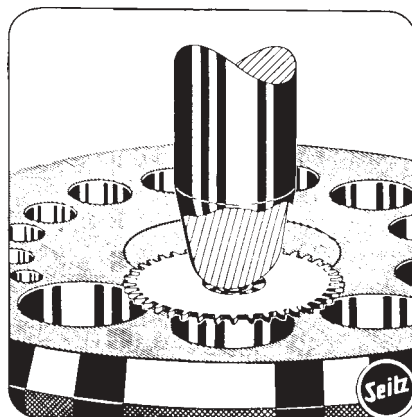

Abb. 58
- b) Die Triebe von Wechselrädern werden mit einem Rundpunzen vernietet (Abb. 58). Auch hier ist der Rundpunzen groß genug auszuwählen, so